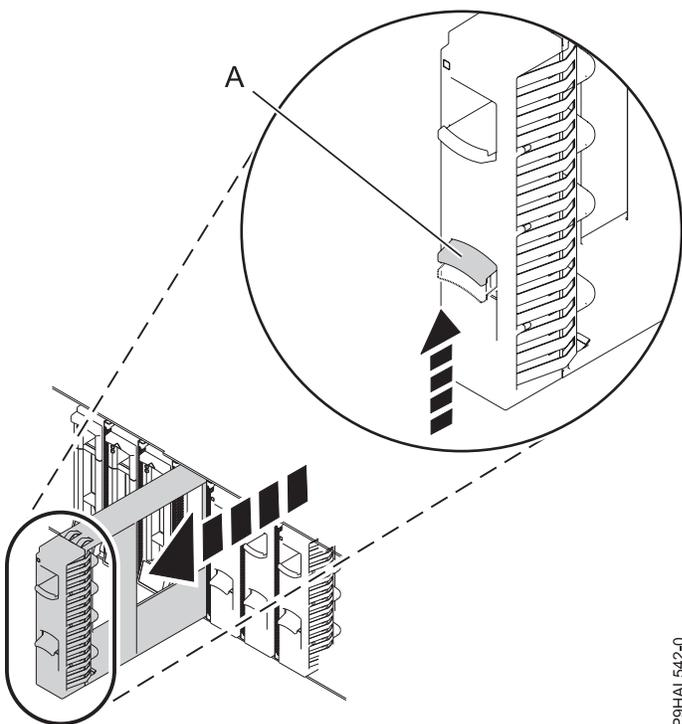

Figura 3. Removendo os preenchimentos de DASD
3. Remova os preenchimentos de dispositivo de armazenamento de acesso direto (DASD), como mostrado na Figura 3.